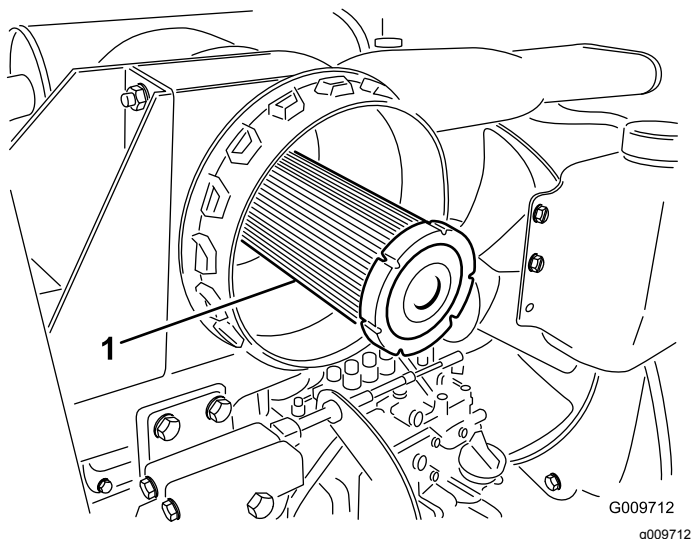

Figura 35
**Importante:** No intente nunca limpiar el filtro de seguridad (Figura 35). Sustituya el filtro de seguridad por uno nuevo después de cada tres revisiones del filtro primario.